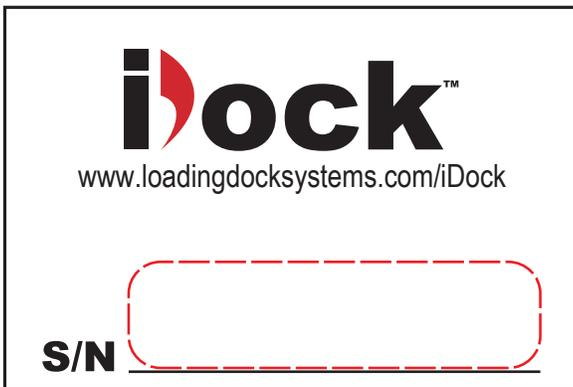

Figure 1
1. Voir le numéro de série de la passerelle sur l'autocollant apposé sur l'avant de la passerelle (voir Figure 1).